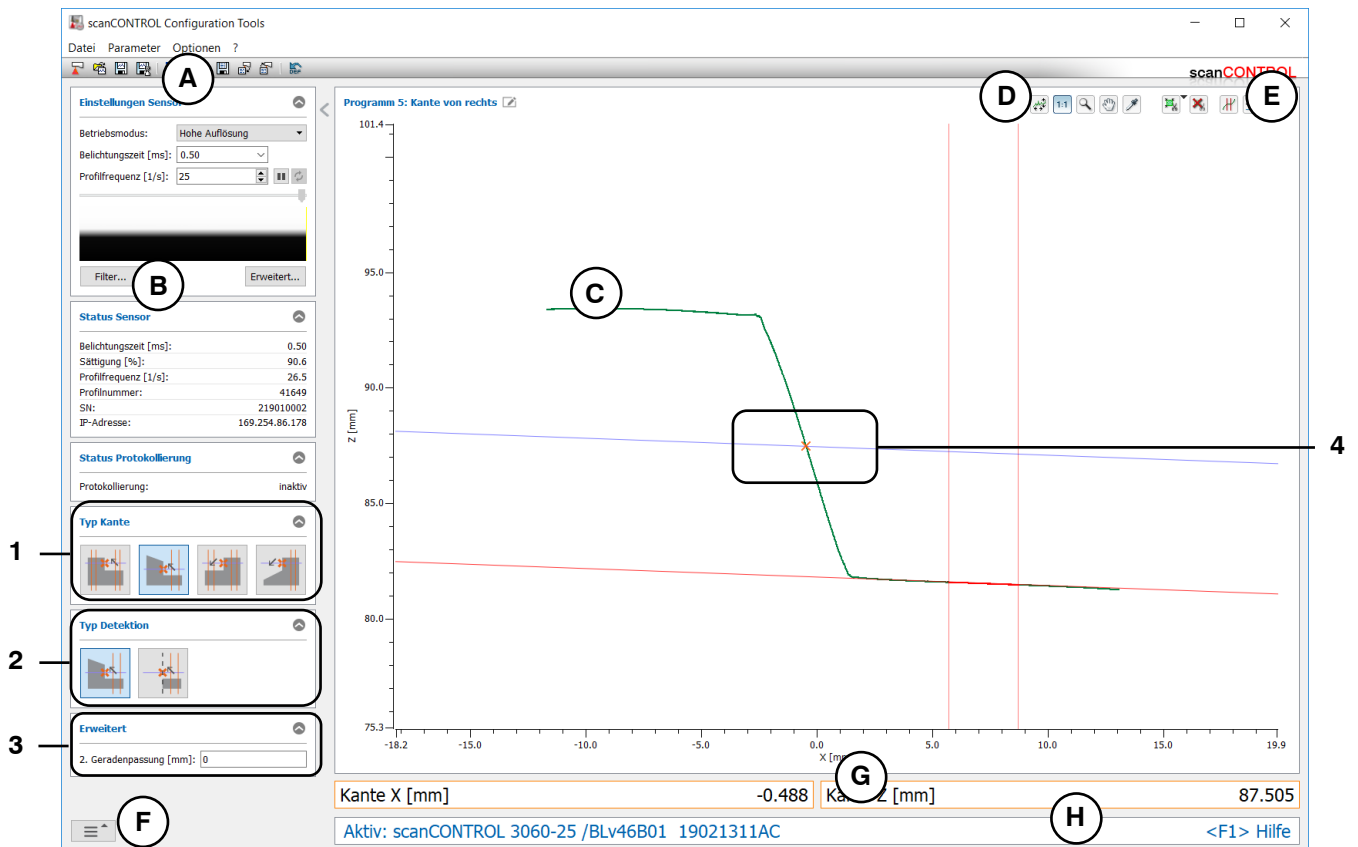

Abb. 4.19: Messprogramm „Kante von rechts“
- Definieren Sie den Typ der Kante (siehe Abb. 4.19 und Kap. 3.13.1):
- Definieren Sie den Typ der Detektion (siehe Abb. 4.19 und Kap. 3.13.1):